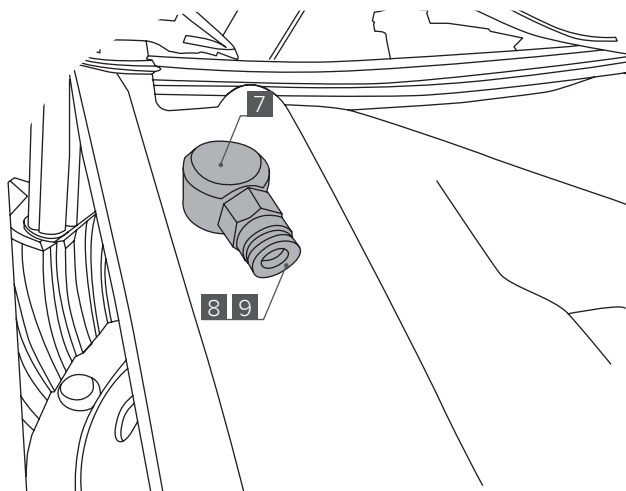

Рис. 6
3. В зависимости от используемой трубки подключения установите фитинг прямой [9] или штуцер-«ёлочка» [8] в штуцер [7] с внешней стороны картера моста (Рис. 6).